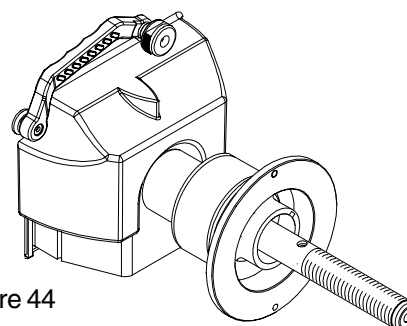
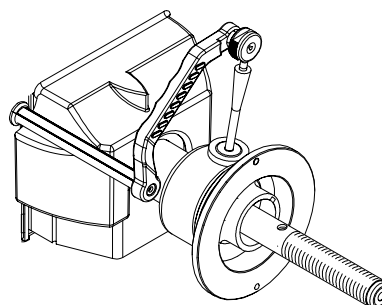

Figure 44
Figure 47
1. S'assurer que le bras SAPE est dans sa position de repos (voir Figure 44).
5. L'afficheur indique "**BAC**" "**H**" "**POS**" suivi d'une sonnerie. Ramener le bras dans sa position d'origine. Fig. 44.
9. Localiser le poids de calibrage. Placer le poids de calibrage avec la partie la plus grande orientée vers le collier de la cloche de la façon indiquée à la Figure 47. Etendre le bras SAPE à l'extérieur et faire tourner l'extension de façon à toucher à peine la fin du poids de calibrage (voir Figure 44). Une sonnerie se déclenche, l'afficheur indique "**BAC**" "**H**" "**POS**". Ramener le bras SAPE dans sa position d'origine.